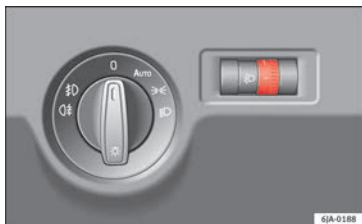

Fig. 132 Cuadro de instrumentos: regulación del alcance de las luces.
- Gire con el mando » **fig. 132** hasta conseguir el alcance deseado de las luces.